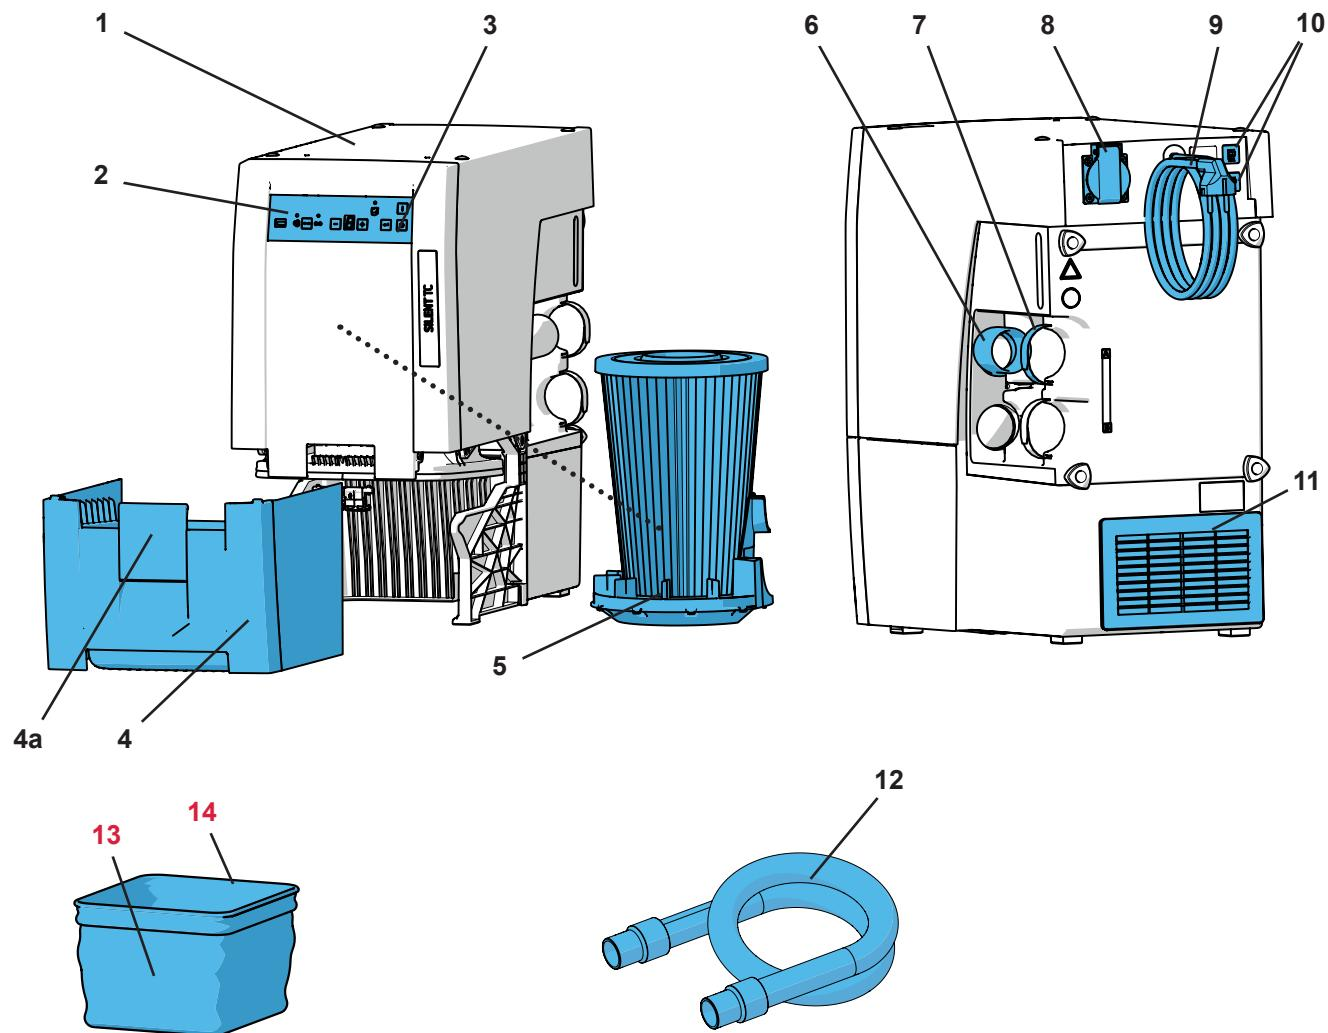

Fig. 1
- Orificiul de evacuare (11, Fig. 1) să nu fie blocat.
- Conductă externă de evacuare a aerului (A) (a se vedea capitolul 4.6).
- O deschidere în partea din spate a dulapului (B), de minimum 250 x 120 mm, în corespondență cu de ieșirea aerului de evacuare (11, Fig. 1).
- Îndepărtați partea din spate a dulapului (C). Distanța de la partea din spate a dulapului la perete min. 50 mm.
⇒ Desfășurați cablul de alimentare (9, Fig. 1) și introduceți ștecherul în priza electrică a clădirii.
Aspirația depinde de dispozitivul electric conectat la priza aparatului (8, Fig. 1).